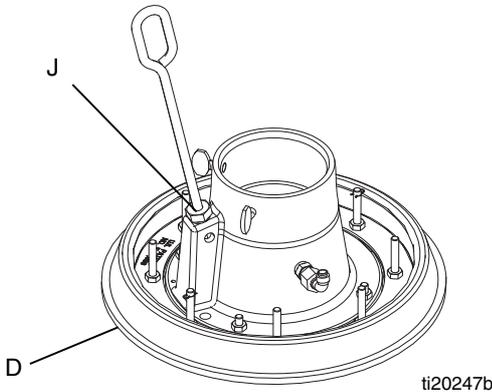

Рис. 9
3. Откройте главный воздушный золотниковый клапан (BA) и установите на регуляторе давления воздуха плунжера (BV) значение 0,31 МПа (3,1 бар, 45 фунтов на кв. дюйм). Установите рукоятку направляющего клапана (BC) в ВЕРХНЕЕ положение и дайте плунжеру подняться на полную высоту.
- Поместите полную бочку жидкости на основание плунжера, сдвиньте ее назад до упора и разместите по центру под опорной емкостью (D). См. Рис. 9.